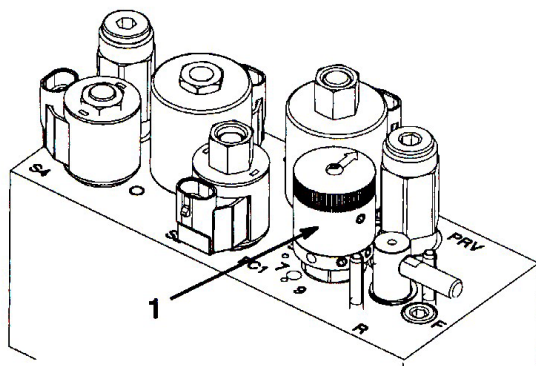

図 38
4. リールの速度を設定するには、ノブ（図38）を回して、ノブの矢印を、所定の番号に合わせます。